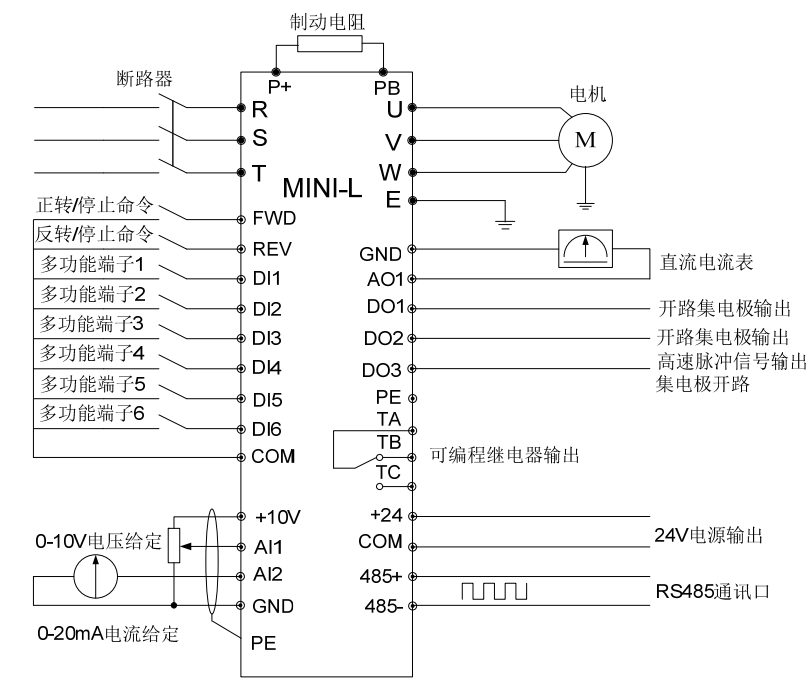

图 2-4 MINI-L 基本运行配线图
- 3. 以上为 MINI-LMB 的接线图，MINI-SMB 为 MINI-LMB 的精简版部分功能取消，见图 2-4